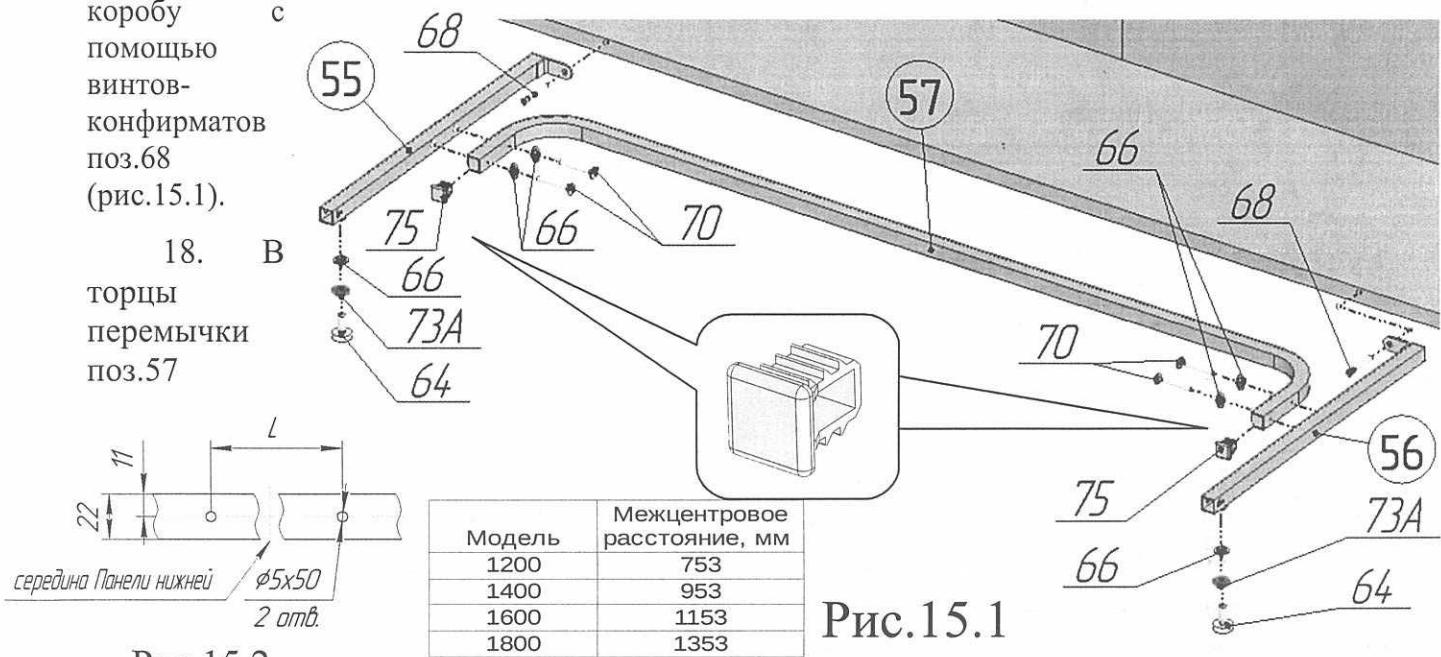

Рис.15.2
17. В торцы перемычки поз.57 вставить заглушки 20x20 поз.75в соответствии с рис.15.1 . К перемычке поз.57 присоединить упоры поз.55 и поз.56, используя винты M6x35 поз.70 и шайбы стопорные поз.66 в соответствии с рисунком 15.1. Во встроенные гайки упоров поз.55,56 ввернуть ножки поз.64, предварительно навинтив на них гайки M8 ГОСТ поз.73А и надев на стержни ножек шайбы стопорные поз.66. Просверлить в панели нижней поз.43 отверстия ф5х50 с координатами в соответствии с рис.15.2 и таблицей. Присоединить собранную конструкцию к коробу с помощью винтов-конфирматов поз.68 (рис.15.1).